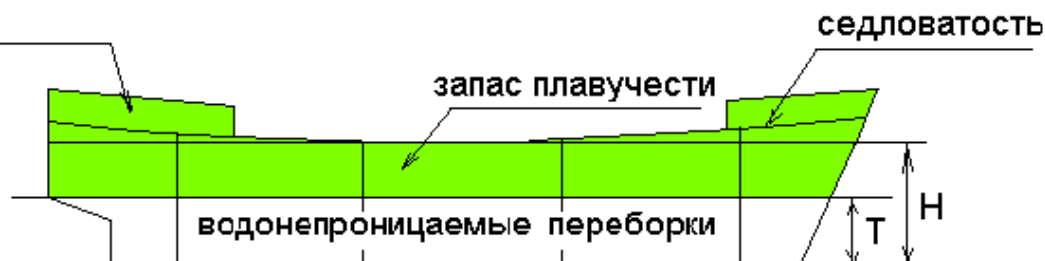

Рис.18 Непотопляемость судна
7. **Непотопляемость** (рис.18) – способность судна после затопления части судовых помещений сохранять плавучесть, остойчивость и частично другие качества.